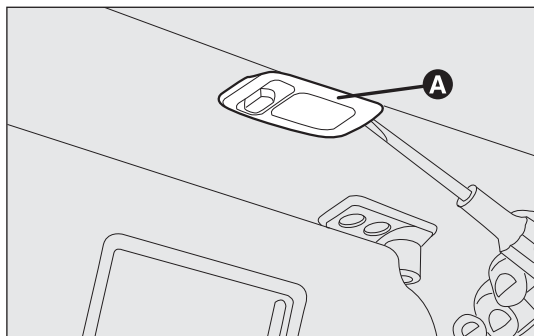

fig. 179
PLAFONNIER MIROIR DE COURTOISIE fig. 179
- ☐ enlever le plafonnier A-fig. 179 en faisant levier à l'endroit indiqué par la flèche.